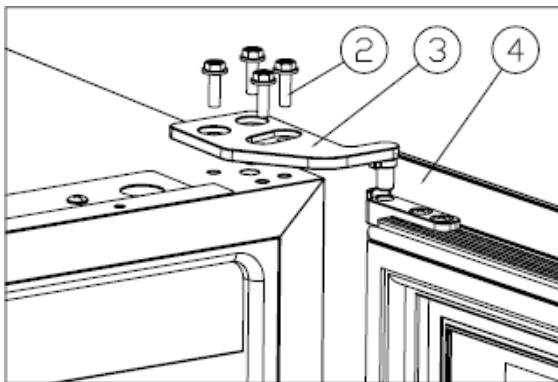

Figura 1
- Afloje los tornillos ② de la bisagra superior derecha [Figura 1].